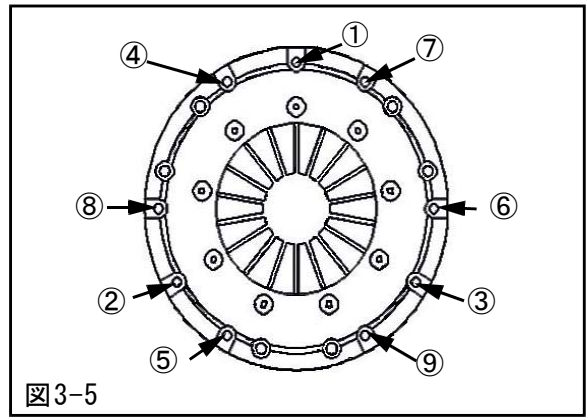

図3-5
- (6) 専用工具(クラッチアライニングバー)を使用し、クラッチディスクAssyのセンター出しを行なってください。クラッチカバーボルトを図中の番号順に均等に締込んだ後に、規定トルクで締付けてください。(図3-5)